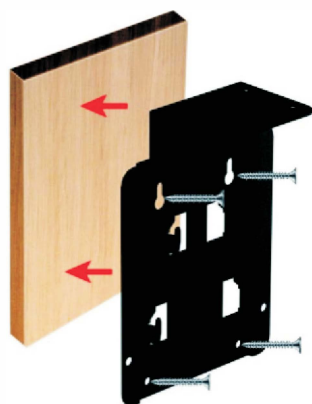

Figura 2
2. Si necesita asegurar la caja fuerte a un lado de objetos como una mesa, seleccione las 4 barras en el plano vertical del soporte de montaje (Figura 2) (Las dos barras superiores son las barras de tensión principal) y utilice los tornillos de montaje para fijar el soporte a la mesa.
Nota: Si sólo se utilizan los dos orificios superiores de la figura 2, el soporte puede moverse de la mesa. Por su seguridad, debe fijar también los dos orificios inferiores.